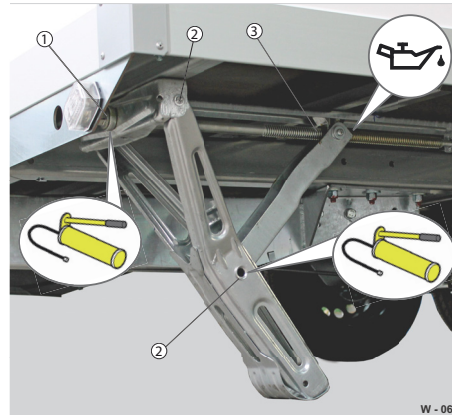

Abb. 60 Ausdrehstützen: Schmierstellen
Die offene Spindel (Abb. 60/3) darf nicht mit Fett geschmiert werden! Fett verhärtet sich bei niedrigen Temperaturen - Funktionsausfall möglich.
- ▶ Etwas Maschinenöl auf die offene Spindel (Abb. 60/3) tropfen.
- ▶ Lagerstelle am Vierkantansatz (Abb. 60/1) und die Lagerstelle (Abb. 60/2) außen fetten.